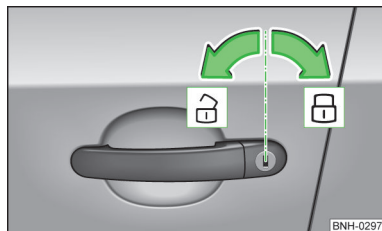

Fig. 29
**Desbloquear/bloquear el vehículo con la llave » fig. 29**